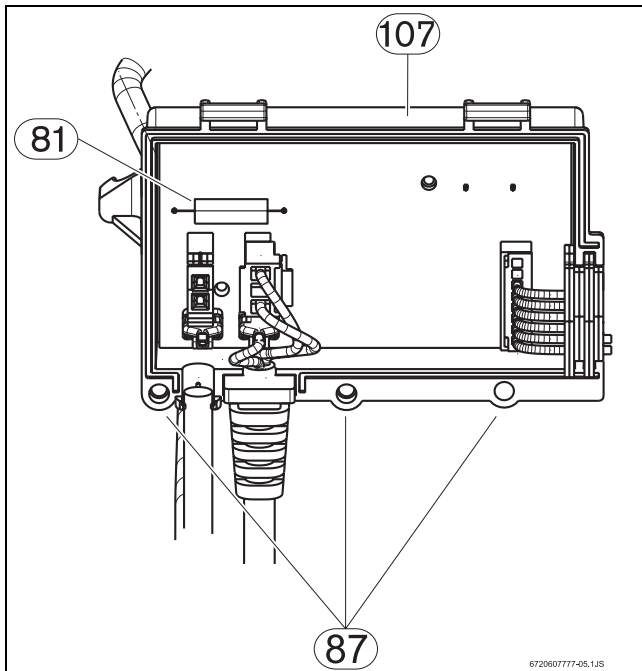

Fig. 15 Caixa de comando
- Retirar os 3 parafusos da caixa (Fig. 15, pos. 87) e retirar a tampa.
- Substituir o fusível (Fig. 15, pos. 81), respeitando as especificações indicadas.